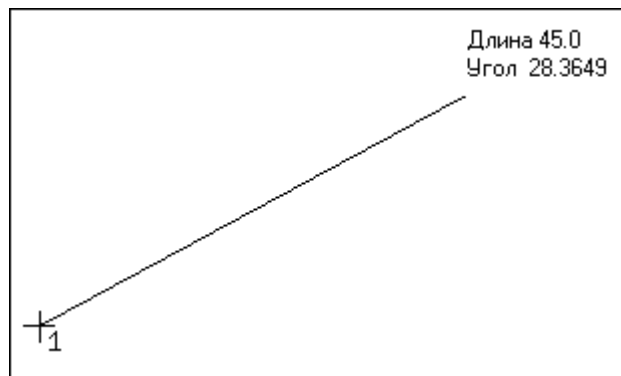

Рис. 1.59. Фантомное отображение отрезка
- Фантомы – дает возможность управлять отрисовкой фантомов. *Фантом* – это временное изображение графических объектов, показывающее процесс их создания или размещения на чертеже. Как правило, фантомы всегда рисуются тонкими линиями в серых тонах. Фантомы используются практически для всех команд ввода и редактирования графических объектов. Например, при построении отрезка на чертеже, после фиксации первой его точки, вы можете видеть фантомное изображение (рис. 1.59), начальной точкой которого будет только что указанная, а конечной – указатель мыши. При перемещении указателя фантом отрезка передвигается за ним. Существование фантома прекращается сразу после фиксации второй точки, а отрезок размещается на чертеже. При вставке библиотечного элемента в документ он сначала также отображается фантомом и лишь после указания точки вставки и угла поворота окончательно фиксируется на чертеже;